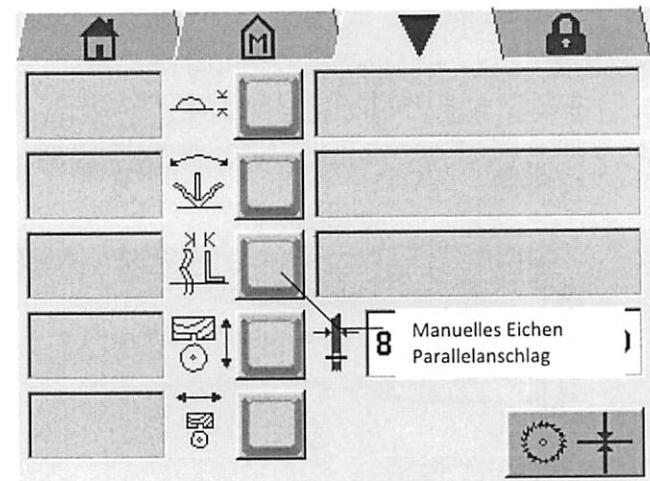

Abbildung 25 Manuelles Eichen Parallelanschlag
- Wählen Sie die Achse durch Druck auf die Taste (Abbildung 25) aus.